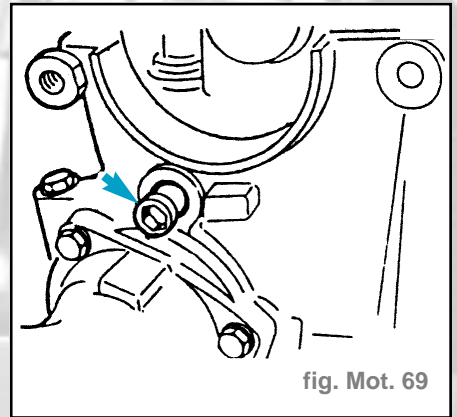

fig. Mot. 69
- Retirer la tige de blocage du rail de tension (fig. Mot. 69).